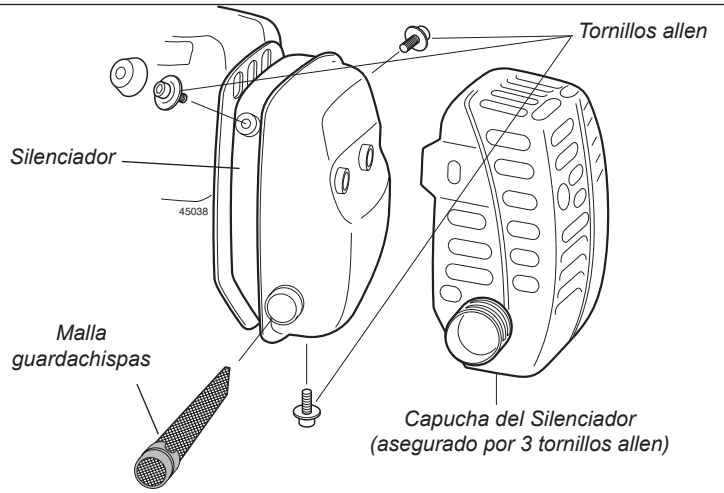

Figura 32
1. Retire los tres tornillos allen que retienen la cubierta del silenciador y retire la cubierta. Consulte la figura 32.